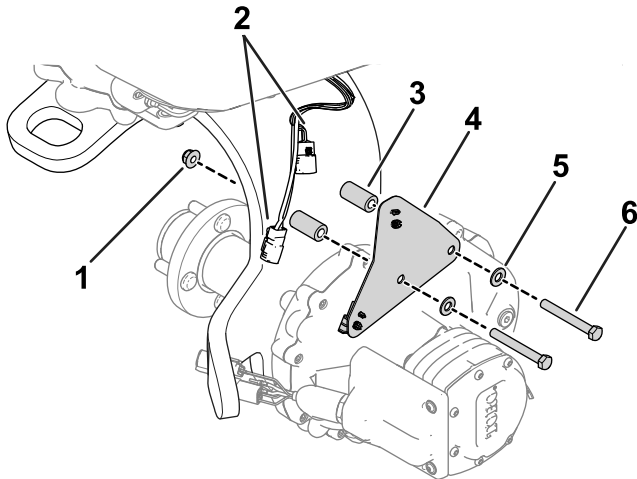

Figura 2
2. Rimuovete la bulloneria che fissa la staffa del cablaggio preassemblato alla forcella orientabile (Figura 2).